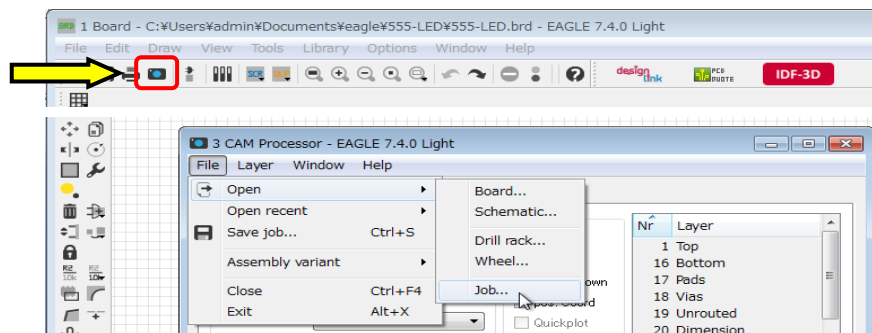

図 41
##### (1) CAM Processor 設定ファイルの読み込み 図 41
- ① レイアウトエディタのツールバーの  CAM ボタンをクリックします。
- ② CAM Processor ウィンドウのメニューから[File]→[Open]→[Job]と進みます。
- ③ 3 ページの3 で用意した Local-work フォルダ配下の